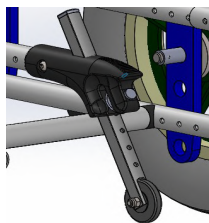

fig.: 4.1
***versione standard fissa** (fig.4.1):
Le ruotine possono considerarsi in presa (fig. 4.1) se si trovano ad una distanza compresa tra 25mm e 40mm da pavimento; se posizionate troppo in alto non riducono il rischio di ribaltamento, se troppo in basso possono urtare contro eventuali ostacoli.
- verso il basso funzionamento in presa come fig.4.1.